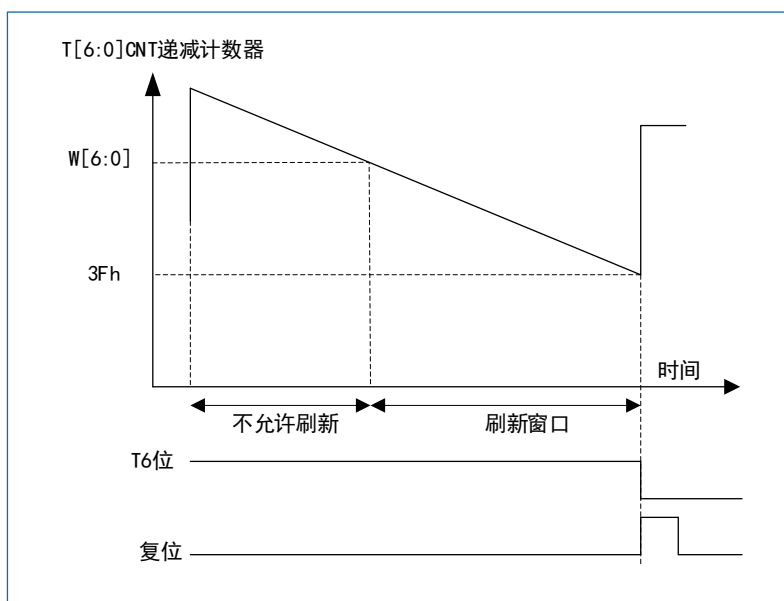

图 21-2 WWDG 时序图
- 当递减计数器在窗口外被重新装载，（若看门狗被启动）则产生复位。具体信息请参见：图 21-2。
T[5:0]位包含了看门狗产生复位之前的计时数目；复位前的延时时间在一个最小值和一个最大值之间变化，这是因为写入 WWDG\_CR 寄存器时，预分频值是未知的。配置寄存器 (WWDG\_CFR) 中包含窗口的上限值：要避免产生复位，递减计数器必须在其值小于窗口寄存器的数值并且大于 0x3F 时被重新装载，图 21-2 描述了窗口寄存器的工作过程。另一个重装载计数器的方法是利用提前唤醒中断 (EWI)。设置 WWDG\_CFR 寄存器中的 EWI 位开启该中断。当递减计数器到达 0x40 时，则产生此中断，相应的中断服务程序 (ISR) 可以用来加载计数器以防止 WWDG 复位。在 WWDG\_SR 寄存器中写 '0' 可以清除该中断。
可以使用图 21-2 提供的公式计算窗口看门狗的超时时间。